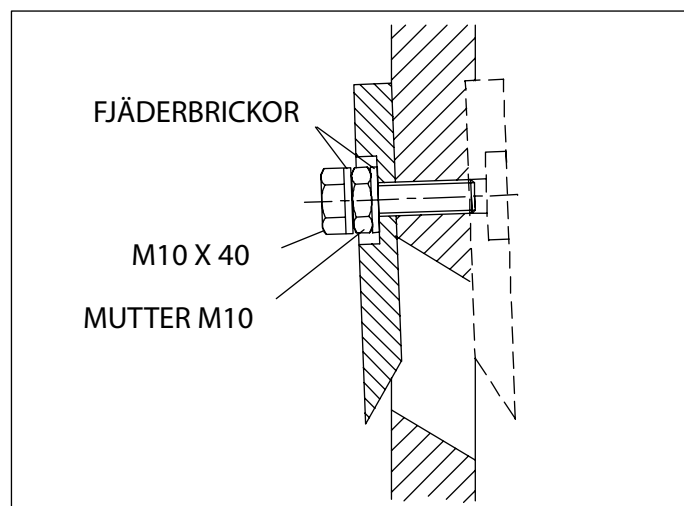

Bild 7. Demontera kniven och fäst den på rotorns andra sida. Den streckade linjen visar kniven i sin normala skärposition.
3. Montera ytterligare en fjäderbricka under skruvskallen, och skruva den genom kniven på huggskivan enligt. Se bild 7. Dra åt skruven med 45 Nm. För att hålla balansen oförändrad är det viktigt att alla fyra skruvarna används för att fästa kniven.